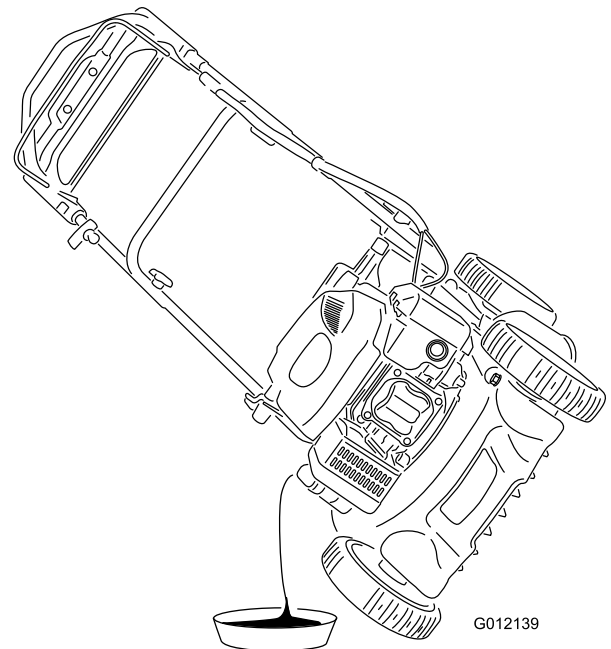

Figure 20
4. Inclinez la machine sur le côté (jauge en bas) pour vidanger l'huile usagée dans un bac de vidange par le goulot de remplissage (Figure 20).